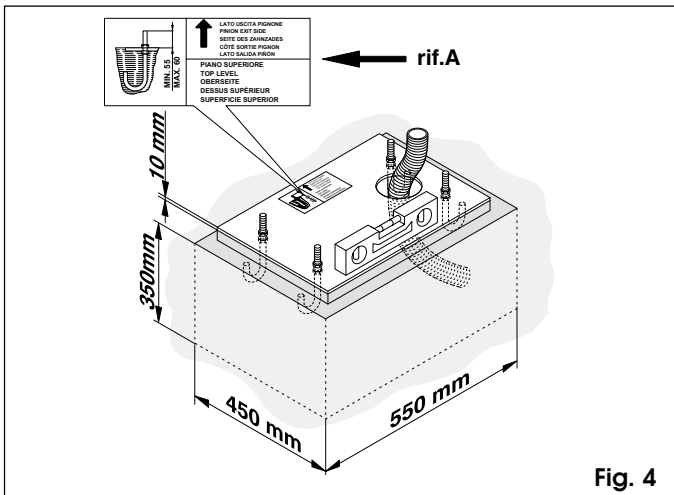
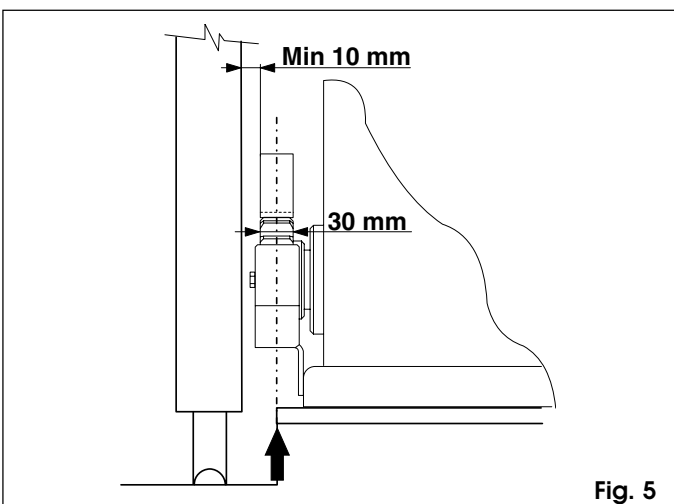
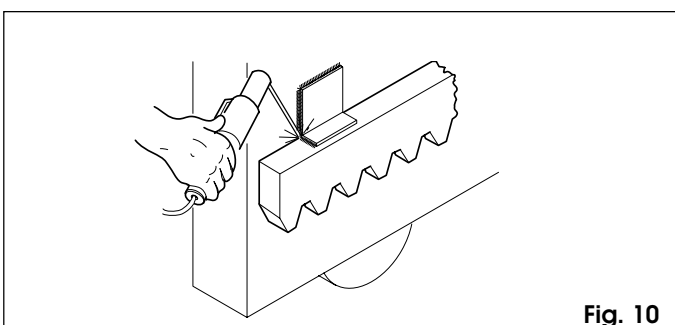

Fig. 4
Fig. 5
Fig. 10
- 1) Colocar la placa de cimentación como ilustra la fig. 4. Para las cotas de emplazamiento, consultar la fig. 5.
- 2) Ensamblar la placa de cimentación como ilustra la fig. 4 ref. A.
- 3) Realizar el plinto de cimentación con las medidas indicadas en la fig. 4 y empotrar la placa colocando una o más vainas para el paso de los cables eléctricos. Verificar la perfecta horizontalidad de la placa mediante un nivel y dejar fraguar el cemento.
- 3) Regular la altura de las patas de forma que el motorreductor quede elevado a 1 cm de la placa, y también la distancia a la cancela (fig. 5 y 9).
Importante: para fijar la cremallera a la hoja, es necesario construir soportes especiales según el tipo de cancela. En la fig. 10 se ilustra un ejemplo de soporte en "L". Para la posición de los soportes, consultar las fig. 5 y 9.